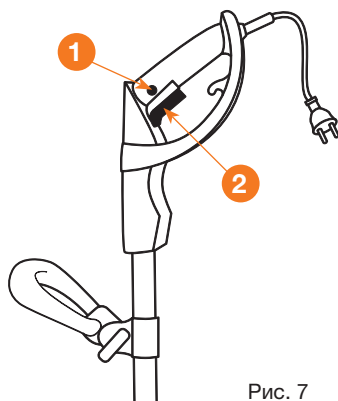

Рис. 7
- Нажмите и удерживайте кнопку блокировки включения **1** (Рис. 7).
- Продолжая удерживать кнопку блокировки включения **1**, прижмите кнопку включения двигателя **2** к рукоятке (Рис. 7). Двигатель заработает и фрезы начнут вращение.